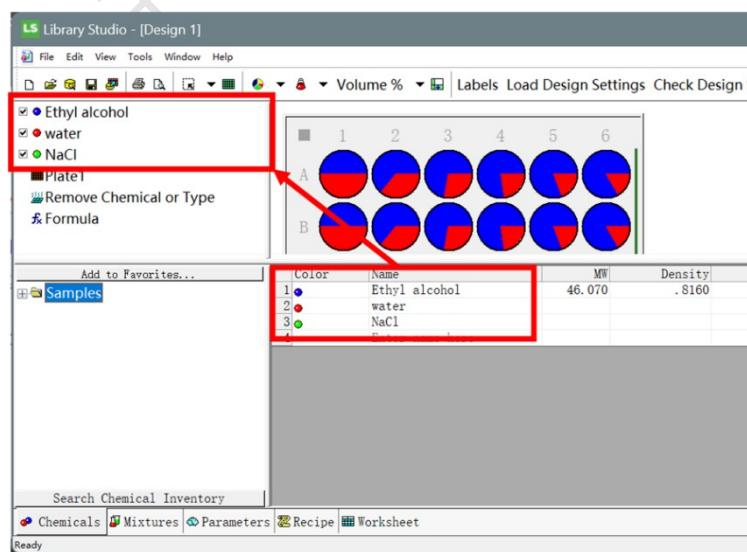

图 6-2-7
- 2) 编辑所需化学品信息: 在多功能区中, 选择“Chemicals”。可直接在右侧表格部分直接输入所需化学品, 也可以从左侧“Favorites”中找到系统已有的化学品, 选择并拖入到右侧区域。右侧表格中的化学品, 会同时出现在“Sources”区域中 (图 6-2-7)。